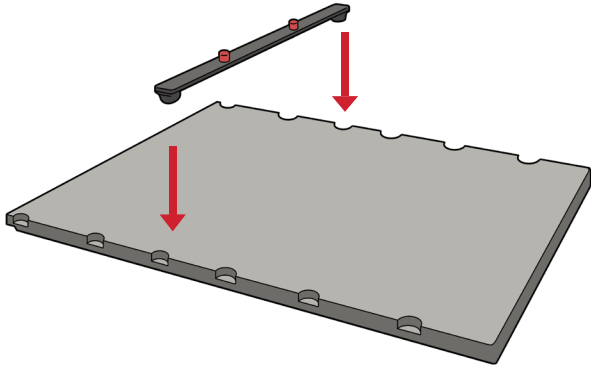

Fig. 1
1. Instale una barra de posicionamiento de 2 pasadores en la parte superior de la mesa en la ubicación deseada. (Fig. 1)